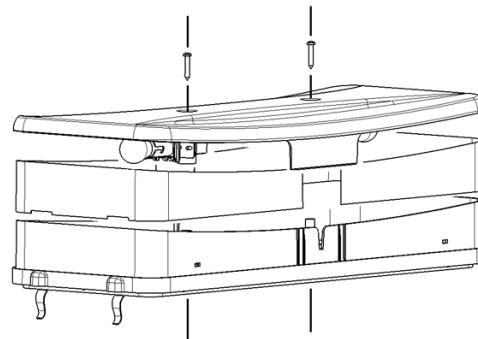

Bild 10
- 1** Austausch der Birnen im beleuchteten Deckel (Bild 10) :